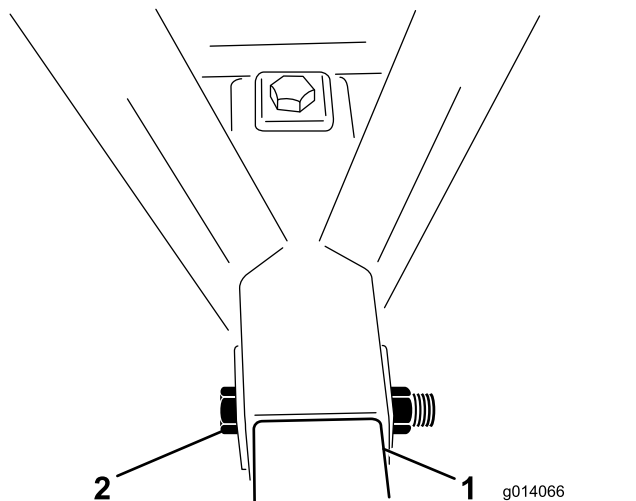

图 4
5. 把一个 1 x 6½ 英寸 的螺栓从框架插入挂钩管然后使用锁紧螺母固定 (图 4)。上紧锁紧螺母扭矩至 9761,193N·m。
6. 把一个 1 x 6½ 英寸 的螺栓从框架顶部插入挂钩管然后使用锁紧螺母固定 (图 4)。上紧锁紧螺母扭矩至 976~1,193N·m。